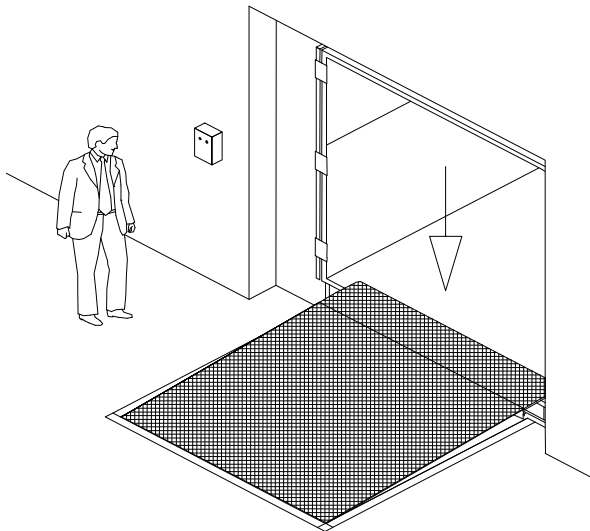

Fig. 8
- Door de bedieningsknop los te laten zal het dek door zijn eigen gewicht dalen, met uitgeklapte lip, totdat de lip op de laadvloer van de vrachtwagen rust (zie Fig. 8).
- Wenn Sie die den Bedienungsknopf loslassen, senkt sich die Plattform mit ausgeklappter Lippe durch sein Eigengewicht solange, bis die Lippe auf der Ladefläche des Lastkraftwagens aufliegt (Siehe Fig. 8).
- When the control button is released the deck will lower under gravity, with extended lip, until the lip rests on the loading floor (see Fig. 8).
- En lâchant le bouton de commande, le tablier se rabaisse par gravité, alors que la lèvre reste dépliée, jusqu'à ce que la lèvre repose sur le plateau du camion. (voir Fig. 8).